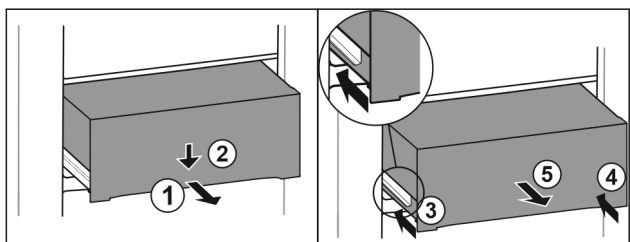

Fig. 70
- Estrarre il cassetto a metà. Fig. 70 (1)
- Premere il cassetto sul lato anteriore verso il basso. Fig. 70 (2)
- Spingere la guida sinistra di circa 2 cm verso l'interno. Fig. 70 (3)
- ▶ Spingere la guida destra di circa 2 cm verso l'interno. Fig. 70 (4)
- ▶ Rimuovere il cassetto tirandolo in avanti. Fig. 70 (5)